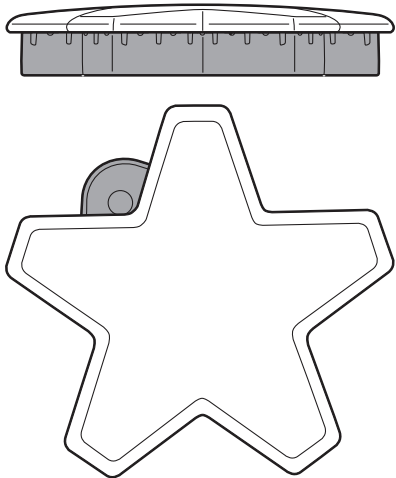
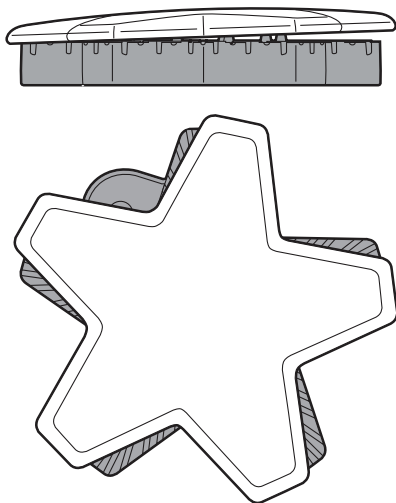

Figure 13 : Chapeau de brûleur correctement placé
Figure 14 : Chapeau de brûleur incorrectement placé
5. **Assurez-vous que les chapeaux des brûleurs STAR^{mc} sont bien posés sur leurs bases sur la table de cuisson** (Figure 13 et Figure 14 à la page 15). Allumez chaque brûleur pour vous assurer que la flamme est d'une couleur adéquate. Consultez la section « *Description de la flamme* » à la page 16 » pour plus de détails.
- Vérifiez chaque brûleur pour vous assurer qu'il n'y a pas d'espace entre le chapeau et la base du brûleur. Voir les *Figure 13* et *Figure 14* pour des exemples de chapeau de brûleur correctement ou incorrectement placés.
- Vous pouvez essayer de déplacer délicatement les chapeaux des brûleurs latéralement pour vous assurer qu'ils sont placés correctement sur leur base. Lorsqu'ils sont bien placés, les chapeaux des brûleurs sont droits sur la base et couvrent complètement la base du brûleur en forme d'étoile lorsque vous les regardez d'en haut, comme sur la *Figure 13*.